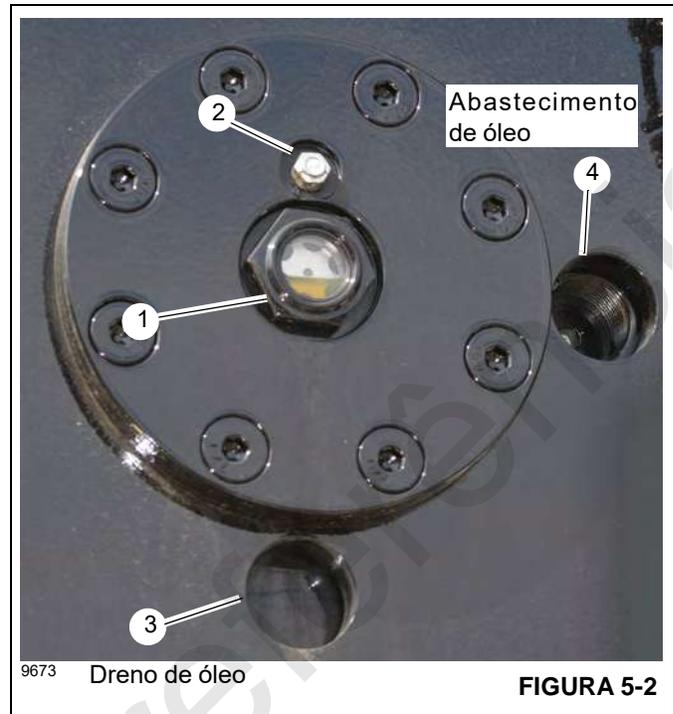
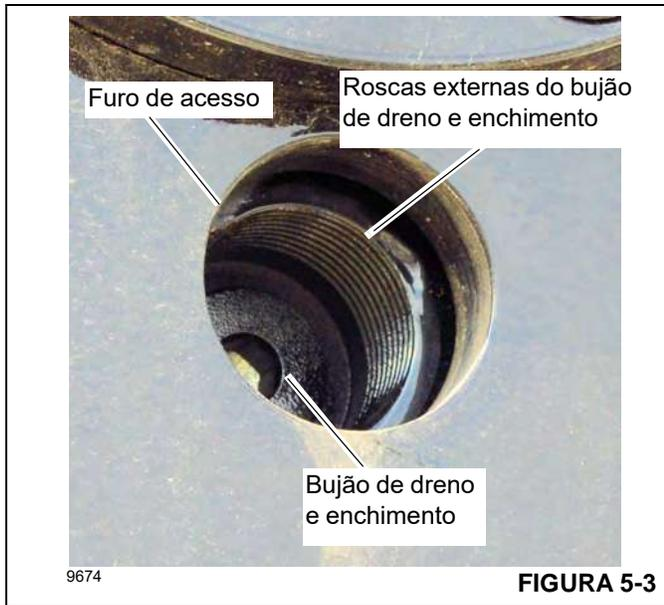

FIGURA 5-2
FIGURA 5-3
Verifique o nível do óleo no indicador visual (1, Figura 5-2) no guincho. O óleo deve estar aproximadamente acima da metade do indicador visual. A caixa de engrenagens e o freio do guincho comportam no máximo de 5,44 litros (11.5 pt) de óleo.
O dreno de óleo do guincho e o bujão de enchimento estão localizados no tambor. O bujão pode ser acessado através de um dos dois furos de acesso. O furo de acesso da parte inferior (posição das 6 horas) (3, Figura 5-2) é utilizado ao drenar o óleo. O furo de acesso na lateral (posição das 3 horas) é utilizado ao abastecer o guincho com óleo (4).
1. Remova o bujão de respiro (2, Figura 5-2). Limpe com solvente conforme necessário. Reserve para uso posterior.
2. Gire o tambor do guincho de modo que o bujão de dreno e enchimento (Figura 5-3) esteja alinhado com o furo de acesso do dreno de óleo na posição das 6 horas (3, Figura 5-2).
3. Instale um tubo curto de 25 mm (1 pol.) nas roscas internas ao redor do bujão de dreno e enchimento (Figura 5-3).
8. Revista a rosca do bujão de respiro (2, Figura 5-2) com óleo e instale o bujão de respiro.
1. Gire o tambor do guincho de modo que o bujão esteja alinhado com o furo de acesso de abastecimento de óleo na posição das 3 horas (4, Figura 5-2).
2. Por meio de uma chave Allen de 8 mm (5/16 pol.), remova o bujão de dreno e enchimento (Figura 5-3).
4. Inspeccione visualmente o nível do óleo no indicador visual (1, Figura 5-2). Quando terminar de encher, o nível do óleo deve estar aproximadamente acima da metade do indicador visual.
5. Por meio de uma chave Allen de 8 mm (5/16 pol.), instale e aperte o bujão de dreno e enchimento (4, Figura 5-3). Aperte o bujão de dreno e enchimento com torque de 67,8 Nm (50 pés-lb).